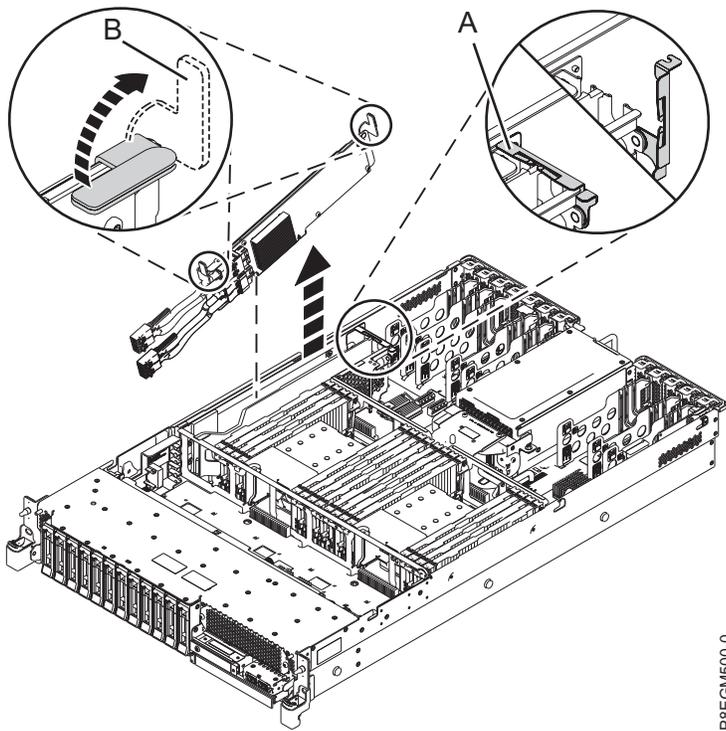

Figura 3. Extracción del adaptador interno SAS RAID en la ranura P1-C14
5. Levante la pieza de retención de cable (**A**) en el sentido que se muestra en la Figura 3.
6. Levante las asas azules (**B**) en el sentido que se muestra en la Figura 3.